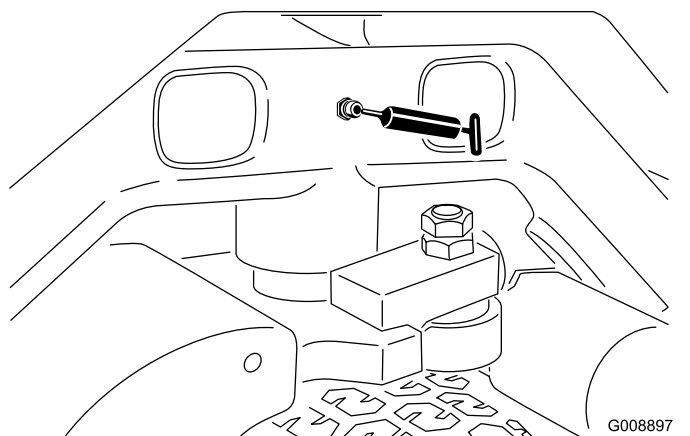

Figura 56
- Pivote de dirección (Figura 56)